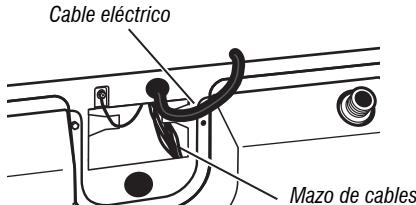
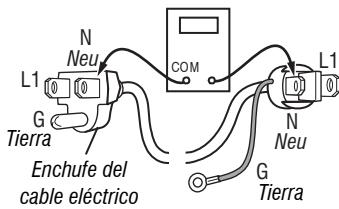

Figura 4: Conexión del cable al mazo del cable eléctrico para secadoras a gas
Figura 5: terminales del cable eléctrico, secadora a gas
- Compruebe que el cable eléctrico esté conectado con firmeza al mazo de cables de la secadora. Consulte la Figura 4.
- > Si no hay continuidad, desconecte el cable blanco del mazo principal del cable eléctrico en la ubicación indicada en la Figura 4. Compruebe la continuidad del hilo neutro del cable eléctrico, como se indica en la Figura 5. Si se encuentra un circuito abierto, reemplace el cable eléctrico. De lo contrario, continúe en el paso 6.